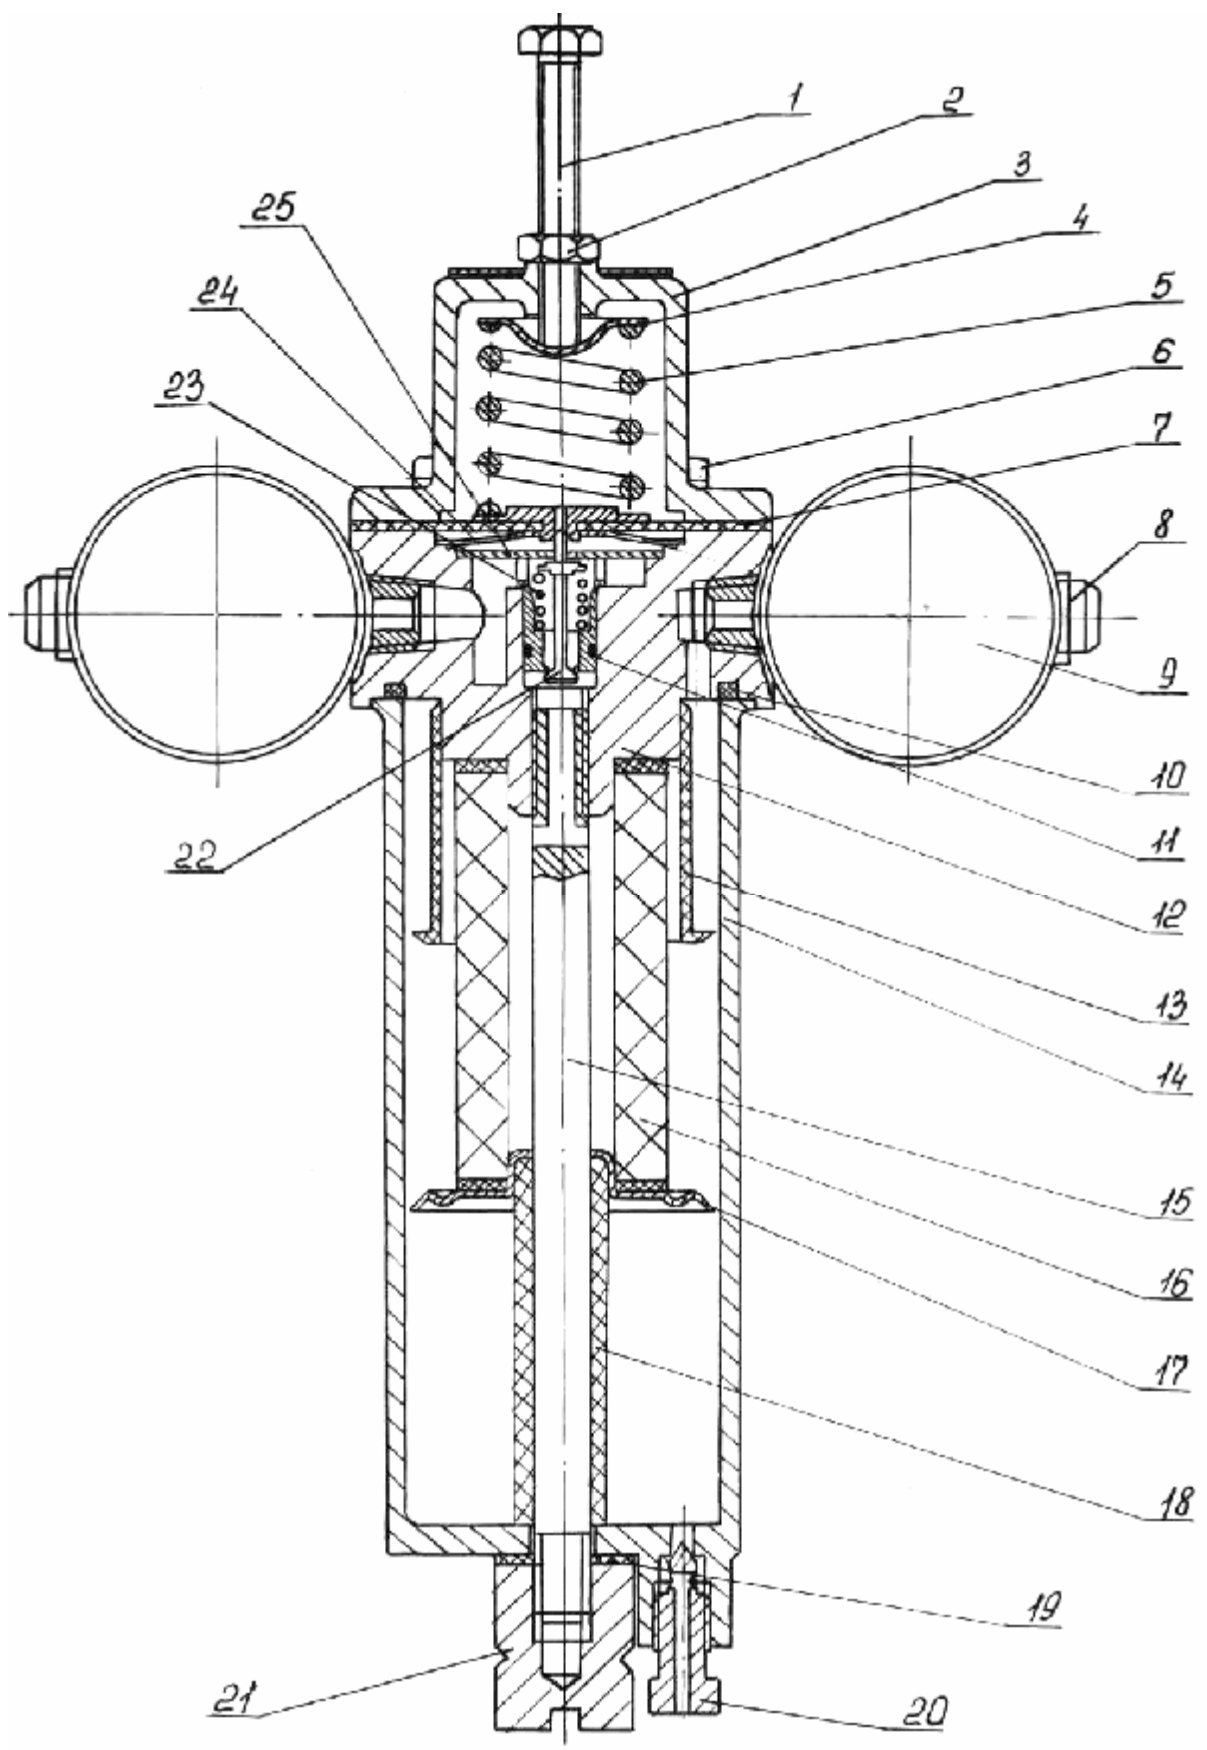

Рис.1
3.2.1 На рис.1 приведена конструкция фильтр-стабилизатора. Все составные части стабилизатора смонтированы в один блок на корпусе 12.
4.4 По мере накопления конденсата в стакане 14 (рис.1) следует произвести его сброс, отвернув пробку 20. Периодичность сброса конденсата зависит от качества подготовки воздуха питания и устанавливается потребителем.
Для снятия фильтра 16 (рис.1) необходимо отвернуть головку 21, снять стакан 14, трубку 18 и отражатель 17.